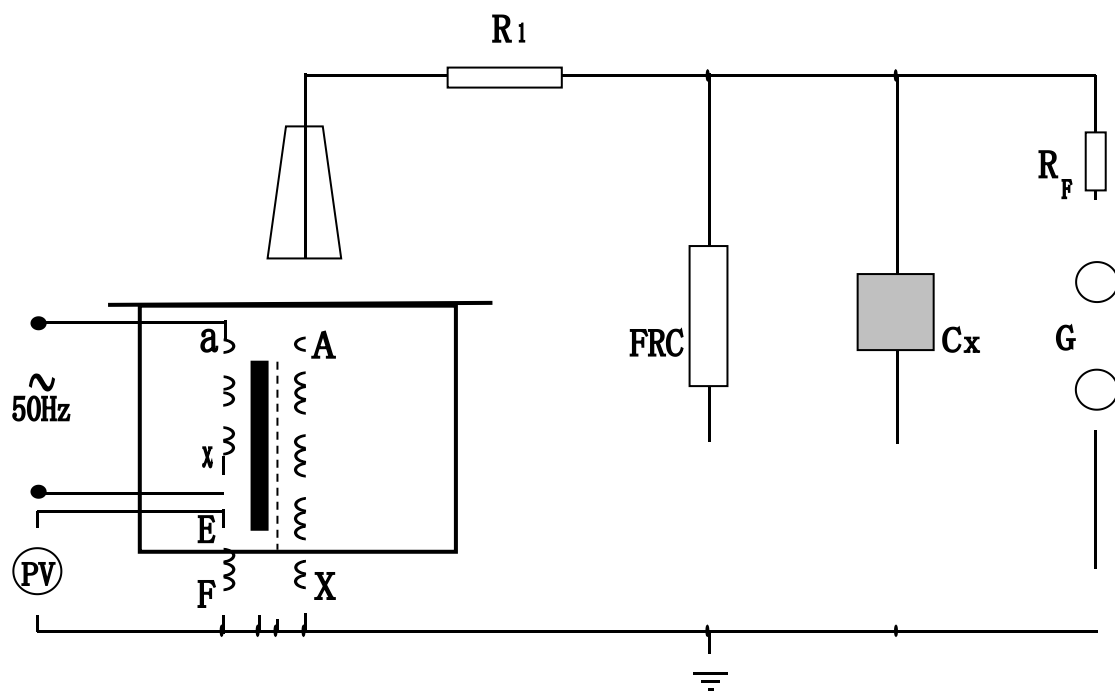

图 6：被试品工频耐压试验接线图
4、YD 试验变压器做被试品的工频耐压试验使用接线原理图见图 6。
在工频耐压试验中，低电压侧测量电压(仪表电压)不是非常准确的，其原因是由于试验变压器存在着漏抗，在这个漏抗上必然存在着压降或容升，使试品上的电压低于或高于低压侧测量电压表上反映出来的电压。工频耐压试验时，被试品上的电压高于试验变压器的输出电压，也就是所谓容升现象。感应耐压试验时，试验变压器的漏抗必然存在着压降。为了准确测量被试品上所施加的电压，因此常在高压侧接入 FRC 阻容分压器来测量电压(见图 6)。